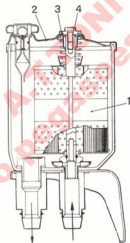

Fig. 10.4. - Depósito de aceite
- Limpiar el depósito 4 (fig. 10.4) y sustituir el filtro.
6) CAMBIO DEL FILTRO DEL DEPOSITO DE ACEITE (fig. 10.4.)